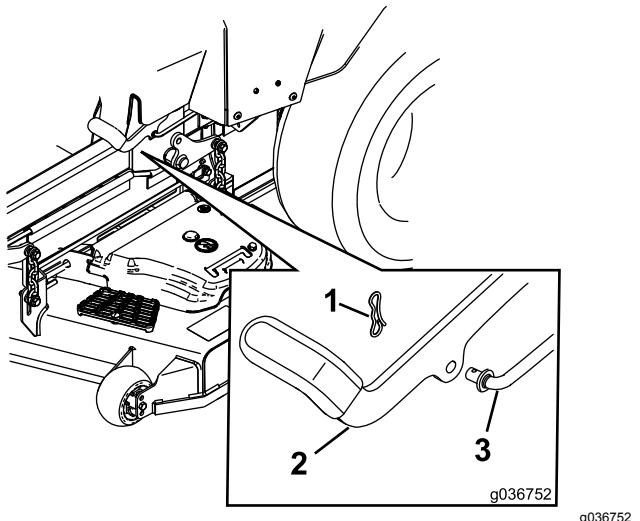

Figura 60
7. Per eventuali regolazioni, disinnestate il freno di stazionamento. Rimuovete la coppiglia dall'albero di collegamento del freno (Figura 60).